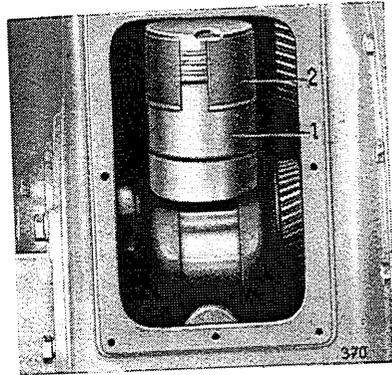

Bild Nr. 68
5. Kolben und Pleuelstange einbauen. Kolbenbodenvertiefung muß zur Auspuffseite zeigen. Die Kolbenringe sind beim Einführen in die Zylinderbohrung entweder einzeln von Hand oder gemeinsam mit einer Kolbenringspannhülse (Werkzeug-Nr. S 14, Bild Nr. 68) zusammenzudrücken.